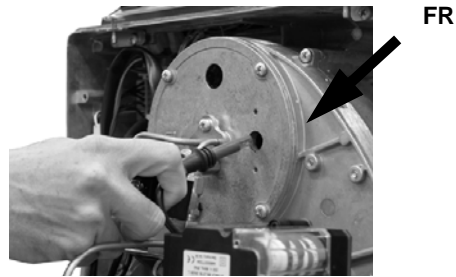

Fig. 42
- Sacar la fotoresistencia **FR** de su alojamiento (Fig. 42).